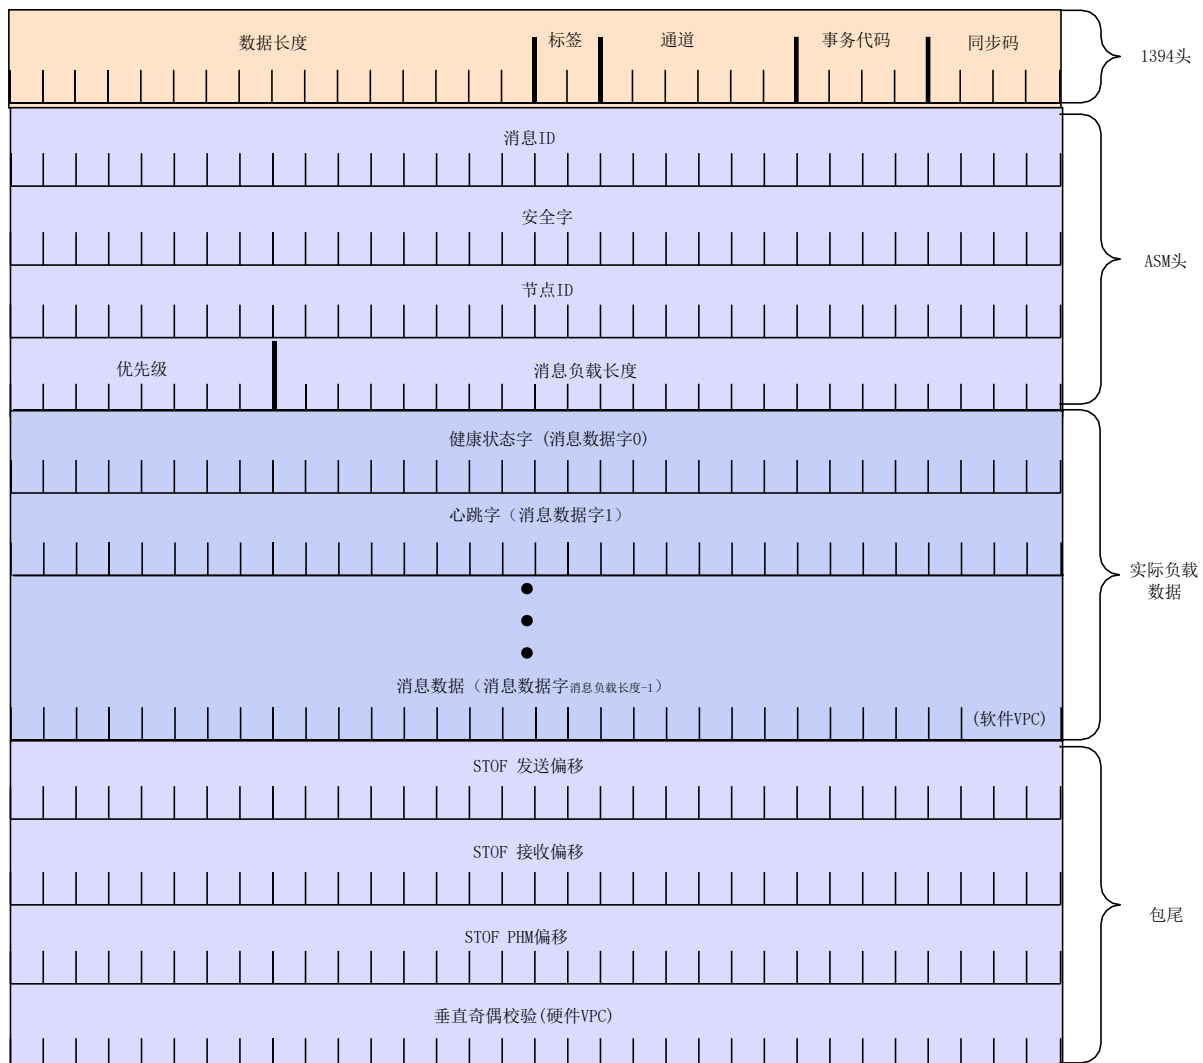

图 2 发送数据区格式
- `pbuf`：待更新的 ASM 数据缓冲区地址，其格式如图 2 所示
功能说明：获取接收缓冲区中的索引数据本身的地址，其值为相对于本缓冲区首地址的偏移地址，缓冲区中数据的格式参见图 2 发送数据区格式。